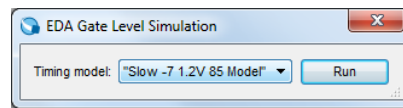

Figura 16 – Especificação do modelo temporal da simulação (*speed grade* da FPGA, tensão de alimentação e temperatura do dispositivo).
**10.** Execute a ferramenta de simulação “ModelSim Intel FPGA Starter Edition”, através do menu “Tools → Run Simulation Tool → Gate Level Simulation...”. Selecione o modelo temporal da simulação “Slow -7 1.2V 85 Model” e clique em “Run” (Figura 16).